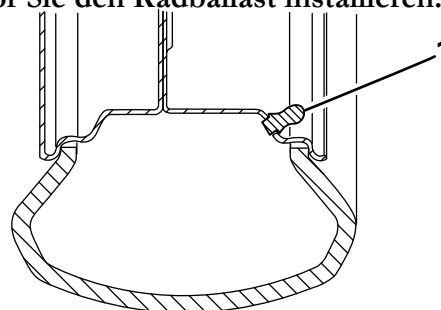

Bild 2
4. Setzen Sie die Reifenventilverlängerung auf das Reifenventil auf (Bild 2).